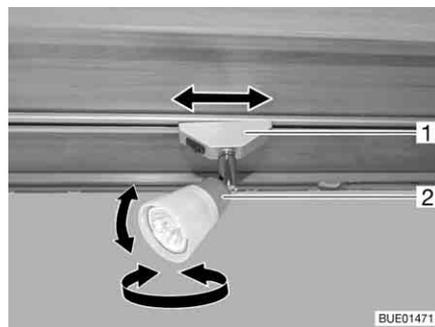

Fig. 48 Foco
**Girar:** ■ Cogér la carcasa (Fig. 48,2) y girarla.
**Desplazar:** ■ Agarrar el soporte (Fig. 48,1) y girarlo aprox. 45°.
**Retirar:** ■ Agarrar el soporte (Fig. 48,1) y girarlo 90°.